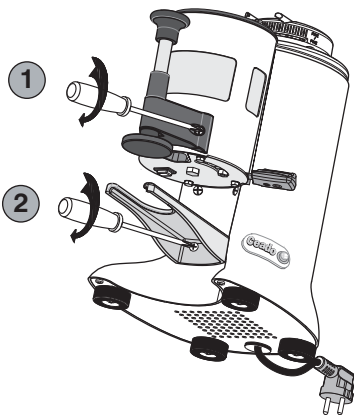

Fig. 15
- 5** Atornillar y apretar bien los tornillos de fijación tanto del prensador telescópico (1, Fig. 15) como de la nueva horquilla (2, Fig. 15).